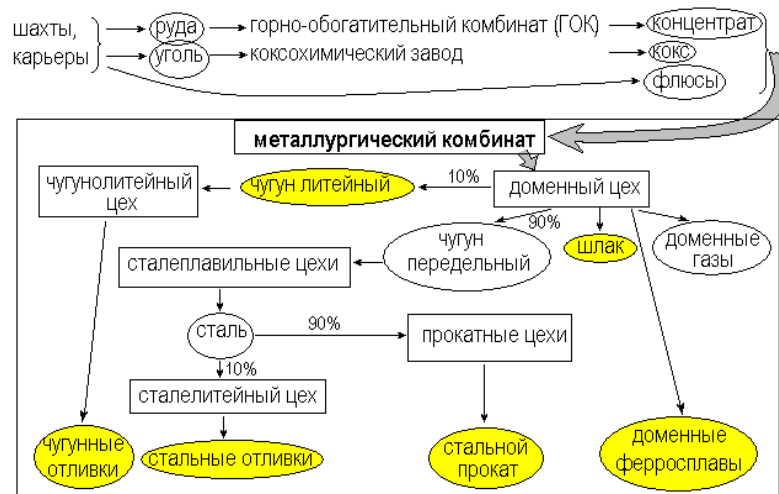

Рис. 1.1. Схема металлургического производства (чёрная металлургия)
*Предприятия черной металлургии* базируются на месторождениях руд и коксующихся углей, а также рядом с энергетическими комплексами (рис.1.1).